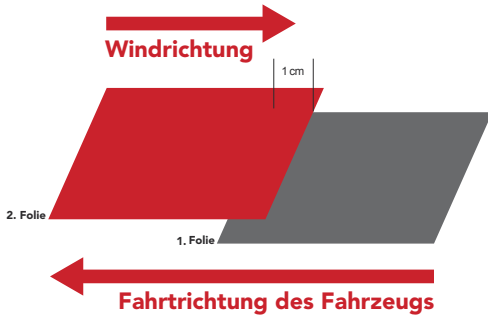

Abbildung 07
- Vertikale Überlappung auf einer beweglichen Fahrzeugfläche: Die Verklebung erfolgt stets von hinten nach vorne, d. h. die zweite Folie überlappt die zuerst verklebte Folie usw. (Abb. 07)